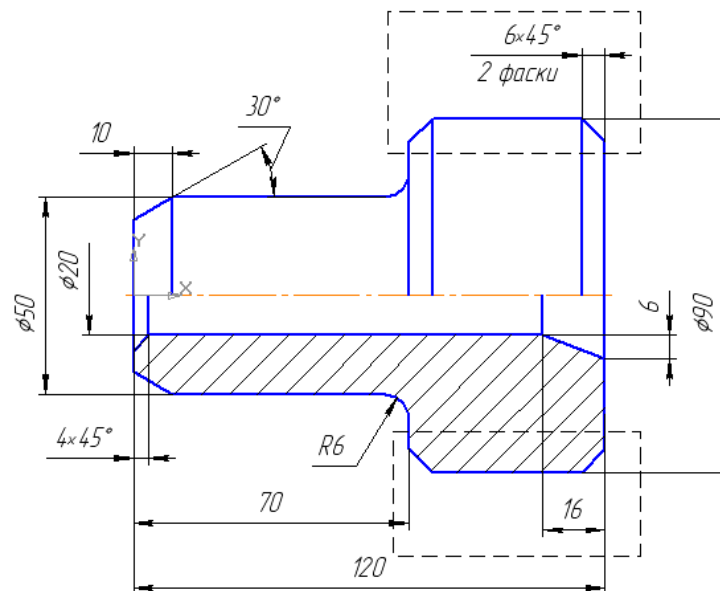

Рис. 88
6. Измените диаметр цилиндрической части, равный 90 мм, на 110 мм. Для этого выполните выделение частей цилиндра. При выделении верхней части цилиндра, рис. 88, сдвиг вдоль оси X - 0, а сдвиг вдоль оси Y равен 10 мм (положительное направление). При выделении нижней части, рис. 88 - сдвиг вдоль оси X - 0, а сдвиг вдоль оси Y равен - 10 мм (отрицательное направление).